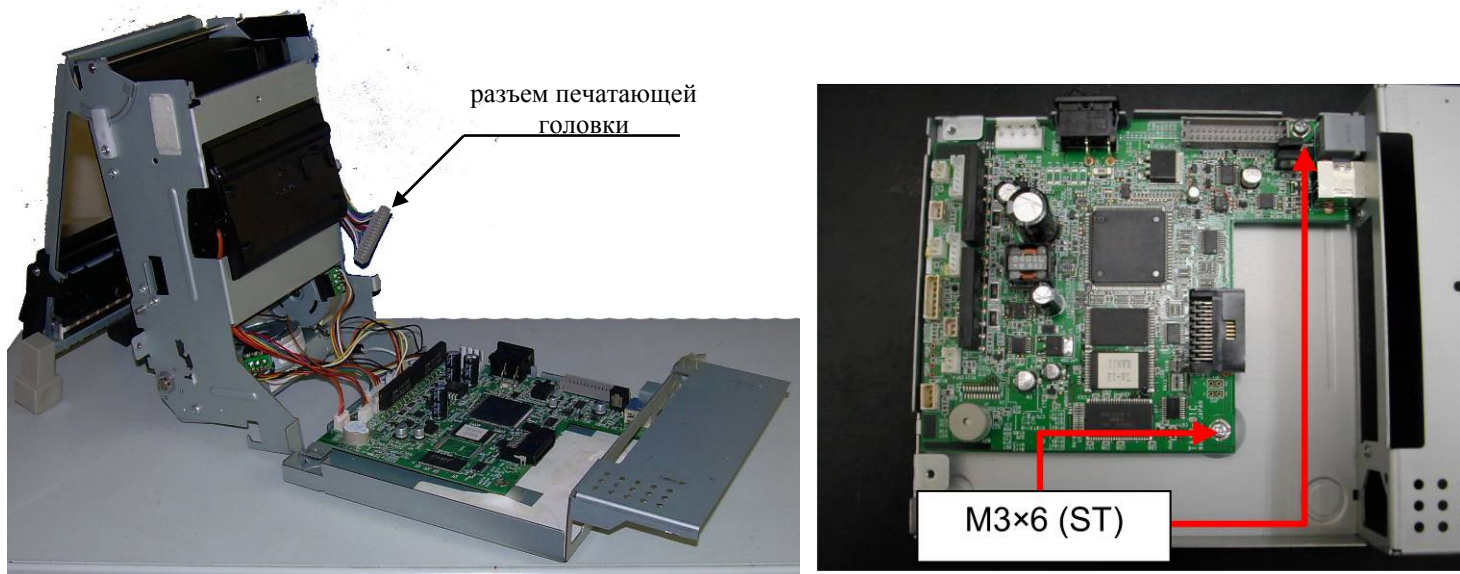

Рисунок 12 – Демонтаж блока управления принтера.
2.3.10. Не отключая разъемов принтера (отключается только разъем печатающей головки), приподнимите верхнюю часть станины и открутите блок управления принтера (он крепится на двух винтах) – см. рис. 12.